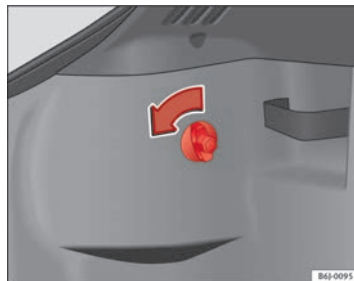

Fig. 162 Acceso a pilotos posteriores
- Gire el tornillo en el sentido de la flecha con la mano o la ayuda de un destornillador ⇒ fig. 162.
- Retire el conector del alojamiento (A) ⇒ fig. 162.